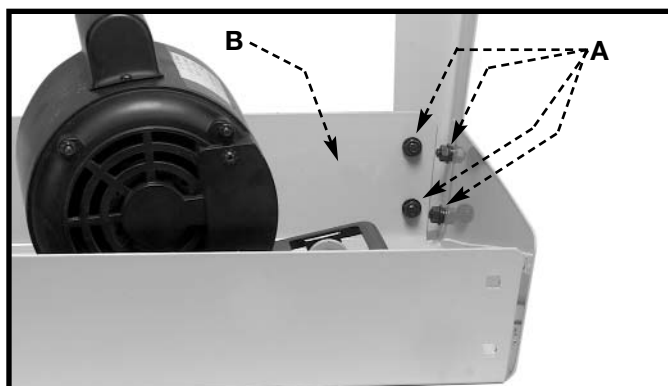

Fig. 13
9. Alinee los cuatro agujeros (A) Fig. 13 de la pata con los cuatro agujeros del lado de la parte superior de la base de soporte (B).